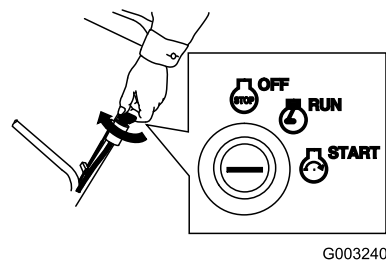

Figura 15
- Gire la llave de contacto a la posición de Arranque; cuando el motor arranque, suelte la llave (Figura 15).